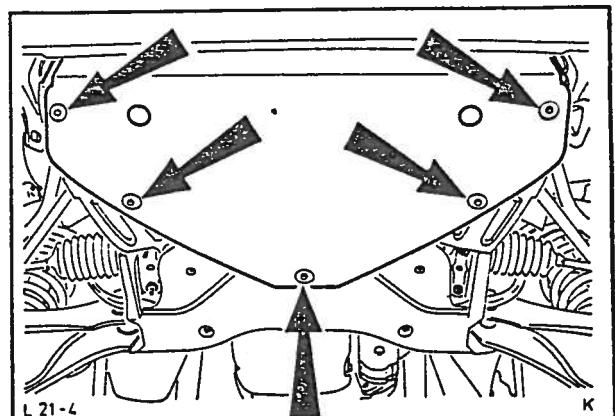

Fig. 118 Montering av motorens soledeksel.
25. Monter motorens soledeksel, fig. 118. Monter luftfilteret og kople til batteriets godskabel.